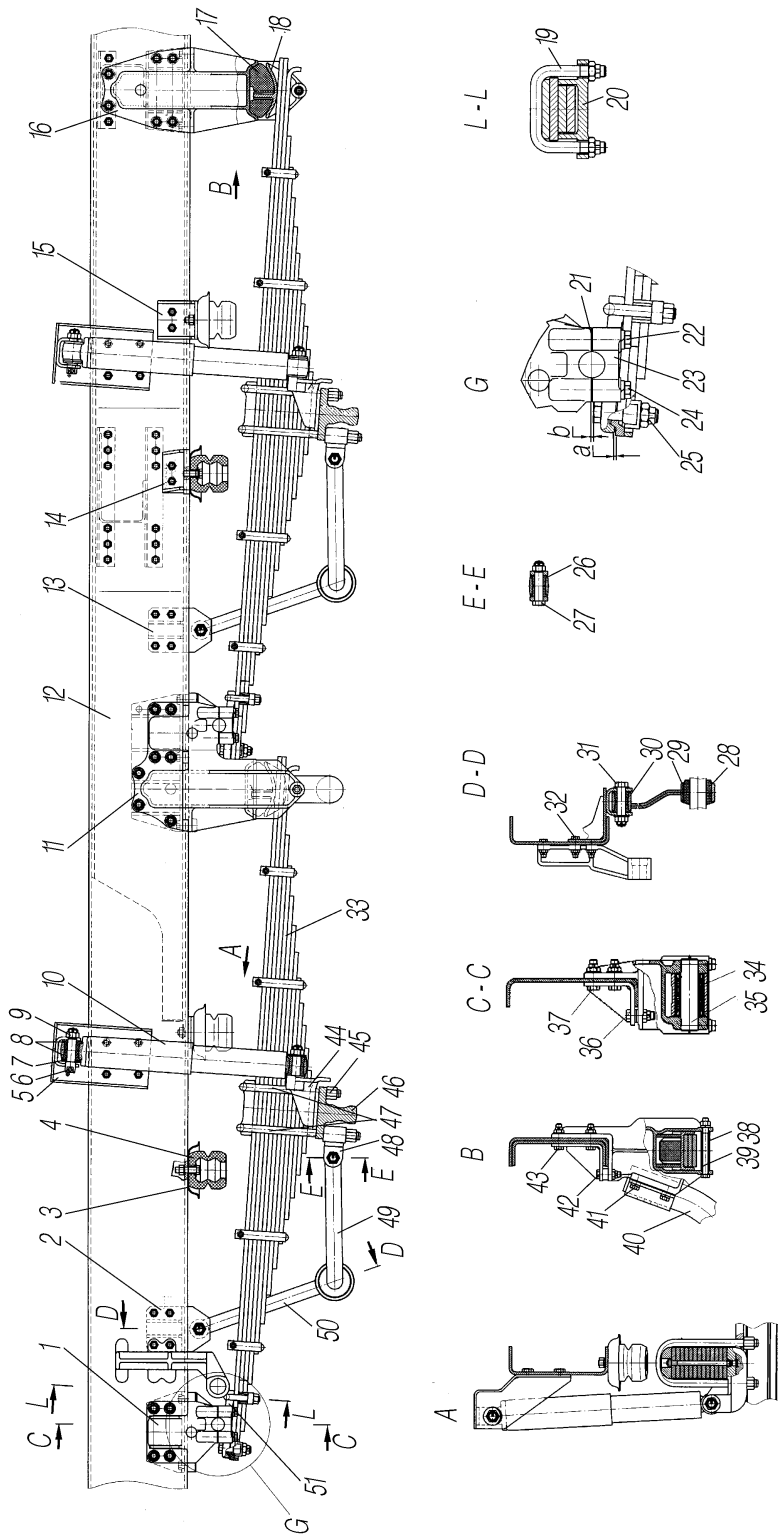

Рис. 30. Подвеска передняя:
**Передняя подвеска** состоит из четырех продольных полуэллиптических рессор, работающих совместно с гидравлическими амортизаторами телескопического типа двухстороннего действия. Верхние проушины амортизаторов через резиновые втулки и пальцы 6 (рис. 30) крепятся к кронштейнам 5, прикрепленным к лонжеронам рамы, нижние проушины - кронштейнам 44.
Гайки стремянки 19 (см.рис. 30) крепления накладного ушка передней рессоры затягивать в следующей последовательности: затянуть гайку на одной ветви стремянки ушка моментом 100-140 Н.м (10-14 кгс.м), затем гайку на второй ветви моментом 180-220 Н.м (18-22 кгс.м) и дотянуть этим же моментом первую гайку. Несоблюдение порядка затяжки гаек может привести к деформации накладки и стремянок ушка.